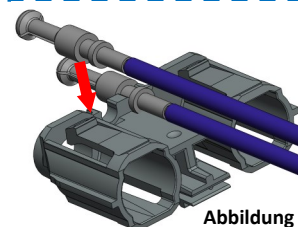

Abbildung 3
- Die unteren Führungs-/Hilfskabeln wie in (Abbildung 3) gezeigt ausrichten